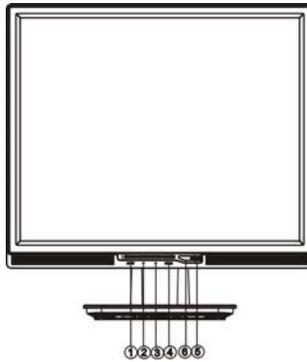

Figura 4 Botón de control externo
4. tras completarse el giro, ajuste la altura de la pantalla para ajustarse a su posición, tal y como se muestra en la figura 4.
Pulse el botón de encendido para encender o apagar el monitor. Los demás botones de control están ubicados en el panel frontal del monitor (Véase la figura 4.) La imagen puede ajustarse a su gusto cambiando estos valores.